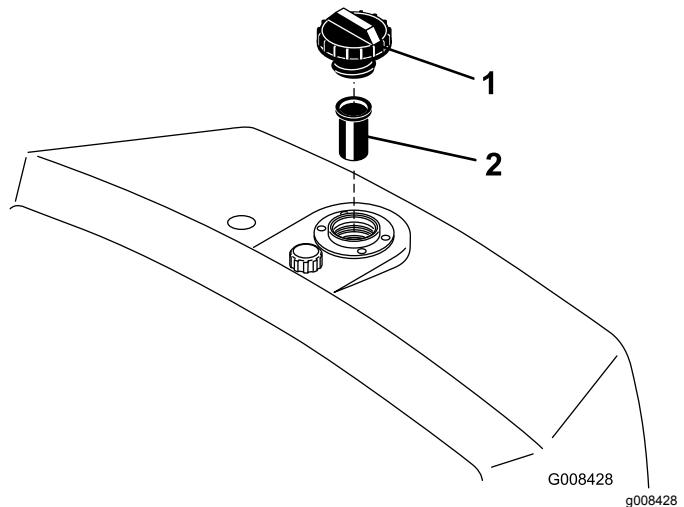

Figure 47
2. Retirez le bouchon du réservoir et vérifiez le niveau d'huile. L'huile doit arriver au bas de la crêpine dans le goulot de remplissage (Figure 47).